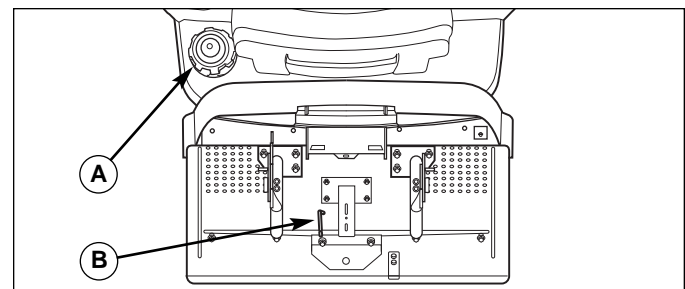

Figure 2. Levier de débrayage de transmission et réservoir d'essence
2. Tirer le débrayage de transmission (B, Figure 2) vers l'arrière environ 6 cm (2-3/8") pour bloquer en position débrayée.